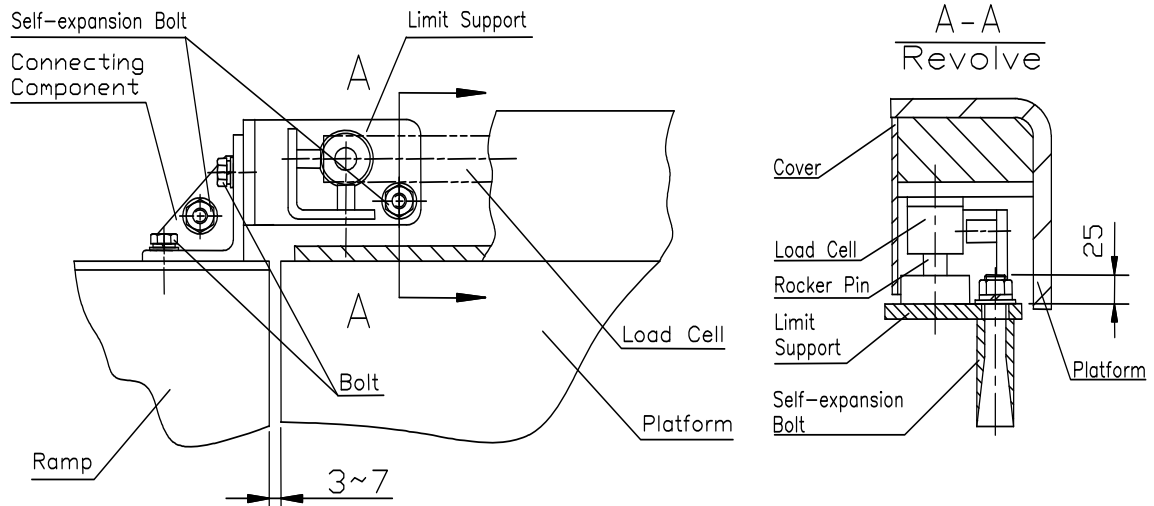

Figura 5-2 Instalación de la parte alta del suelo
2. Taladre los agujeros de anclaje, utilizando el soporte-límite como guía. Se proporcionan cuatro tuercas de M10 autoexpandibles con cada balanza de suelo de NTEP/NTNN para la sujeción de los soportes-límite al suelo (véase la Figura 5-2).
1. Cada rampa viene con un equipo de repuestos de sujeción. que incluye: cuatro pernos (M10x15), cuatro arandelas (10) y cuatro arandelas de resorte (10) para conectar la rampa y un soporte-límite por elemento de conexión.
2. Inserte los pernos M10x15 con arandelas y arandelas de resorte a través de los agujeros sobre el elemento de conexión en los agujeros de rosca en el soporte-límite y la rampa (véase Figura 6-1). Ajuste los pernos (véase la Figura 5-2).